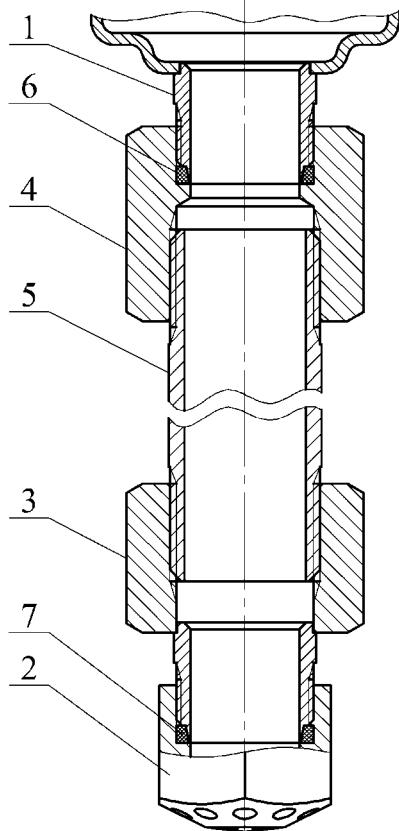

Рисунок 2
ж) по заявке Потребителя (см. рисунок 2):
фективного пожаротушения при монтаже МУПТВ на потолочном перекрытии высотой более 6 м, модуль может быть дополнительно укомплектован удлинителем, соединяющим выпускную горловину МУПТВ 1 с насадком-распылителем 2 (см. рисунок 2).
2.1.9 При монтаже насадка-распылителя через удлинитель (см. рисунок 2) провести следующие работы. Собрать удлинитель согласно рисунку 2. Перед сборкой на наружные резьбы трубы **5** нанести герметик, например, TEKASIL NEUTRAL PROFI, после чего накрутить до упора переходники **3, 4**. В зарезьбовые участки отверстий насадка-распылителя **2** и переходника **4** установить резиновые кольца **6, 7**. На наружную резьбу переходника **3** накрутить до упора насадок-распылитель **2**. Соединить удлинитель через резьбовое соединение с выпускной горловиной МУПТВ **1**. При монтаже необходимо обеспечить перпендикулярное направление оси удлинителя относительно горизонтальной плоскости.